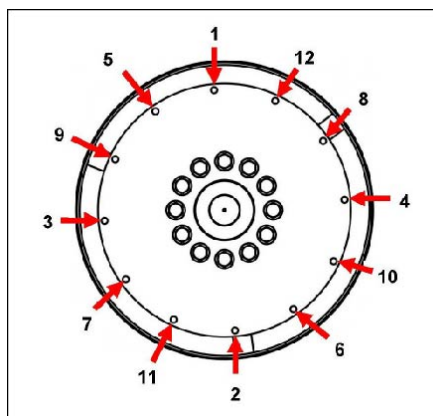

FIGURE 15. SÉQUENCE FIXE
10. Déposer les goujons d'alignement. Monter les vis d'accouplement en utilisant des rondelles de jauge industrielles sous têtes. Serrer les vis pour fixer le disque d'accouplement au volant dans l'ordre indiqué sous Figure 15 à la page 27.